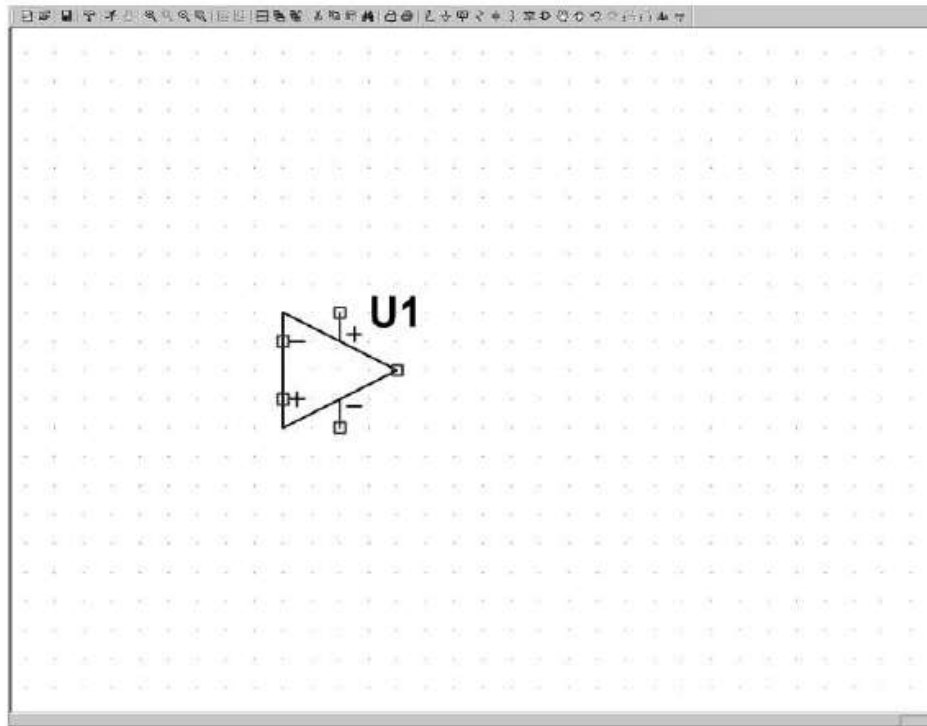

Figure 3.8
4. Vous retournez automatiquement dans la page du schéma avec un symbole d'amplificateurs opérationnels en guise de curseur. Vous le placez au centre de votre page et vous cliquez gauche pour poser ce symbole au milieu du schéma, figure 3.8. Une autre copie apparaît aussitôt, elle suit les déplacements du curseur de votre souris.